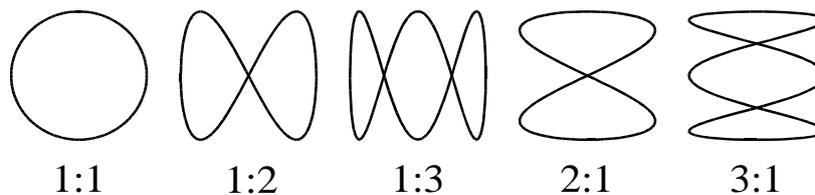

Bild 9: Lissajous-Figuren für ganzzahlige Frequenzverhältnisse.
- c) Ist das Frequenzverhältnis ganzzahlig, dann entstehen typische Figuren (vgl. Bild 9), deren Form allerdings wieder von der Phasendifferenz zwischen beiden Spannungen abhängt.